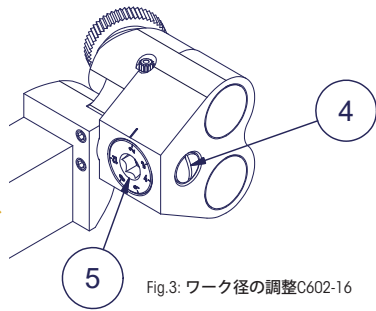
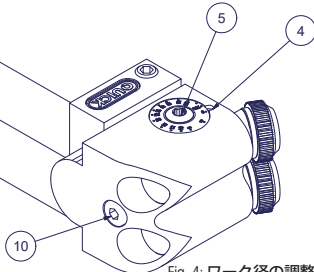

Fig. 3: ワーク径の調整 C602-16
Fig. 4: ワーク径の調整 C602-25
このためには、クランプセグメント (図3-④, 図4-⑩) を緩め、調整ねじ (図3-⑤, 図4-⑤) を回転させます。設定した直径は、目盛りリングとインデックス・マーク (図3-⑤, 図4-④) から読み取ることができます。その後、クランプセグメントを再び締め付けます。(図3-④; 図4-⑩)。
④ ワークにホイールを接触させ、手でワークを回転させ傷をつけます。ついた傷の形状が図4のAのようになっていることを確認してください。
進行方向の傷が強く当たる (涙形状) が正常です。図4のBのようになっている場合は再度ツールの取付を調整してください。